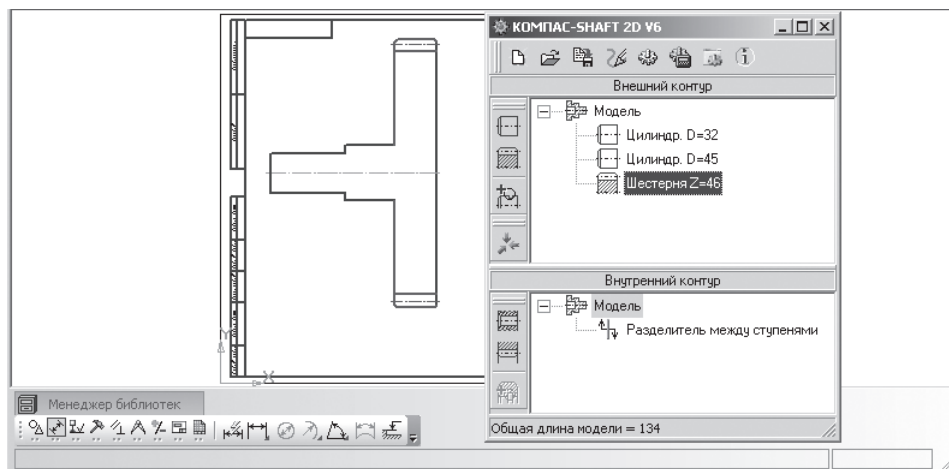

Рис. 3.20. Главное окно системы **Цилиндрическая шестерня с внешними зубьями**
- щелкните на панели инструментов главного окна системы **Цилиндрическая шестерня с внешними зубьями** по кнопке – **ОК**. Появится внешний контур зубчатого колеса, см. рис. 3.20.